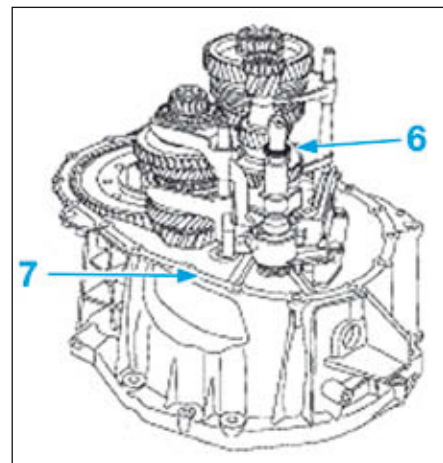

FIG.16
- Vérifier la présence de la rondelle de calage (6) (Fig.16).
- Mettre un cordon de pâte d'étanchéité sur le plan joint de carter de mécanisme (7).